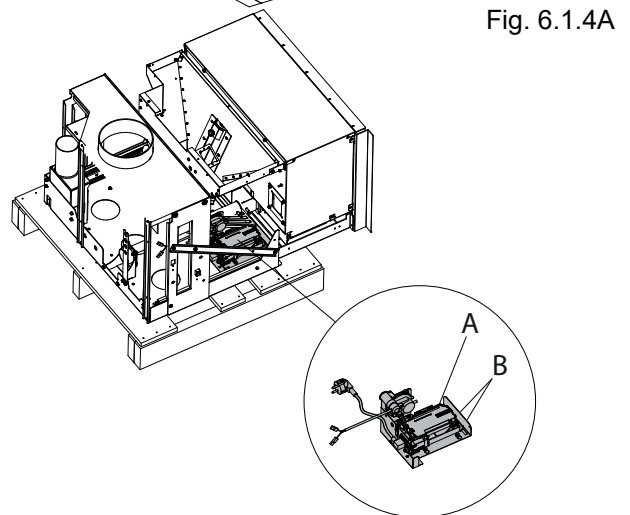

Fig. 6.1.4A
7. Démonter temporairement l'ensemble porte-carte (A) en agissant sur les deux vis (B) et le placer soigneusement sur la base fixe de la machine (Fig. 6.1.4A).
15. Remonter l'ensemble porte-carte (A) (Fig. 6.1.4A).